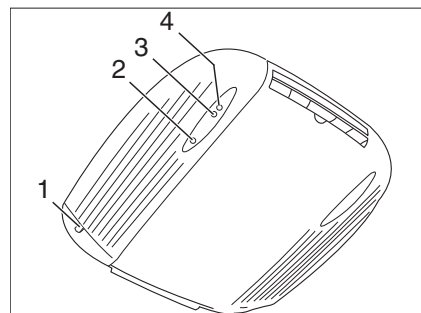

Fig. 180 Vue de l'intérieur
- Raccorder le véhicule à l'alimentation 230 V. La climatisation est prête à fonctionner. La DEL rouge (Fig. 180,2) s'allume.
Le voyant de contrôle vert (Fig. 180,3) indique le fonctionnement de refroidissement, le voyant de contrôle rouge (Fig. 180,4) le fonctionnement de chauffage.